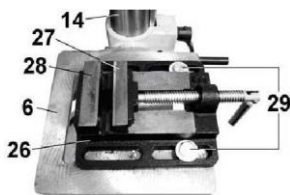

Рис. 5
9.9. Встановіть на робочий стіл (6) лещата (26) та зафіксуйте їх положення спеціальними болтами (29), Рис.5, (не комплектуються).